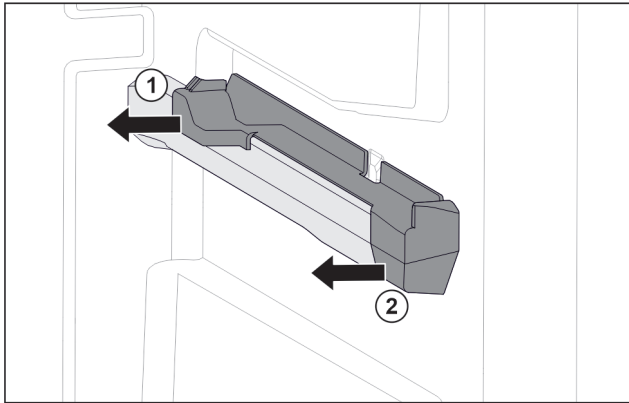

Fig. 73 Élément emboîtable sur la nervure de récipient droite
- ▶ Le retirer sur le côté par l'arrière. Fig. 73 (1)
- ▶ Le retirer sur le côté par l'avant. Fig. 73 (2)